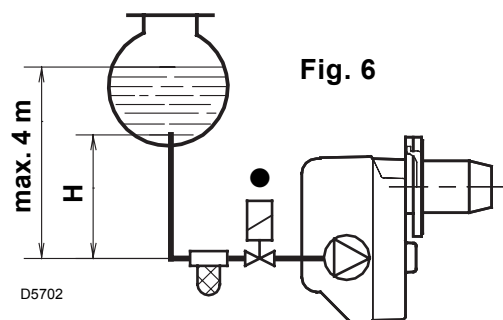
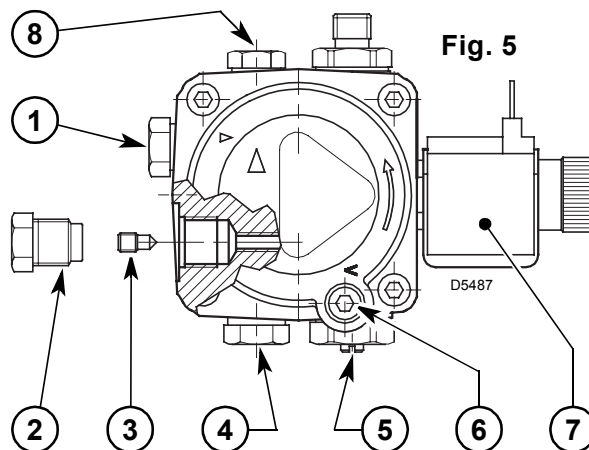

Fig. 6
Fig. 5
- La pompa è predisposta per funzionamento bitubo. Per il funzionamento monotubo è necessario svitare il tappo di ritorno (2), togliere la vite di by-pass (3) e quindi riavvitare il tappo (2), (vedi fig. 5).
Nell'impianto di fig. 6 è sufficiente allentare l'attacco del vacuometro (5, fig. 5) ed attendere la fuoriuscita del combustibile.